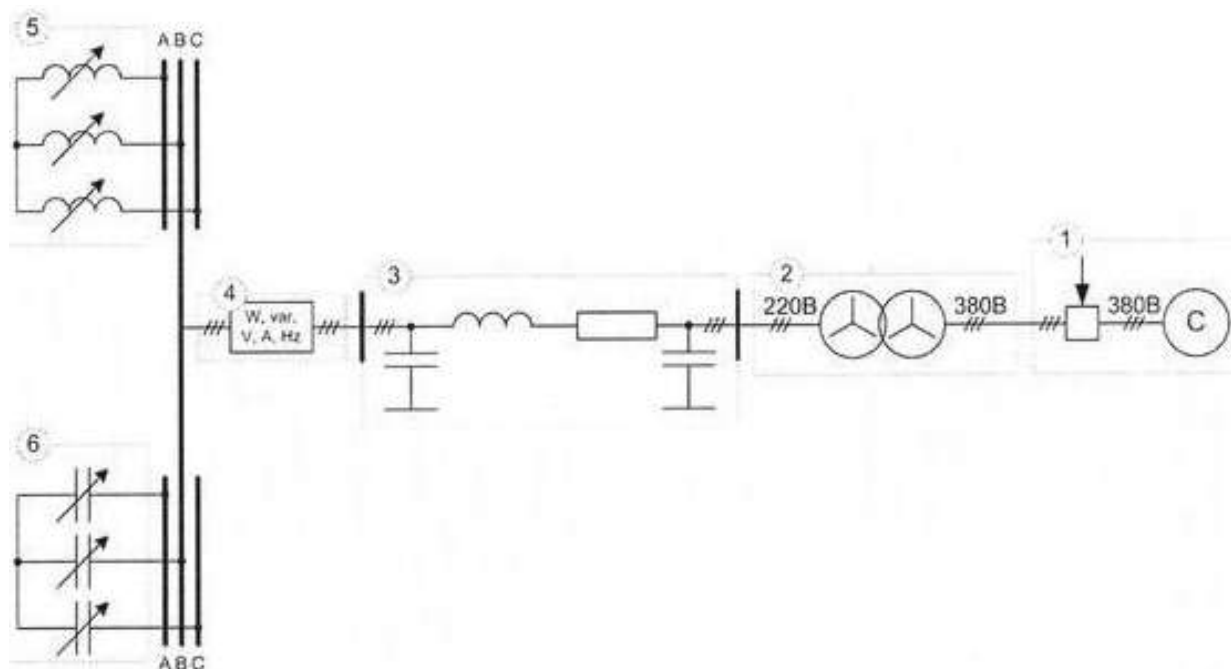

Рис. 6
2.11. Собрать схему лабораторных испытаний рис. 6 (ВСЕ модули стенда должны быть ОТКЛЮЧЕНЫ!), представляющую собой ЛЭП с устройством поперечной ёмкостной компенсации 6, работающую на индуктивную нагрузку 5. В качестве устройства поперечной ёмкостной компенсации (конденсаторной батареи) использовать модуль ёмкостной нагрузки. Переключатель величины ёмкости конденсаторной батареи SA1 установить в положение 5.